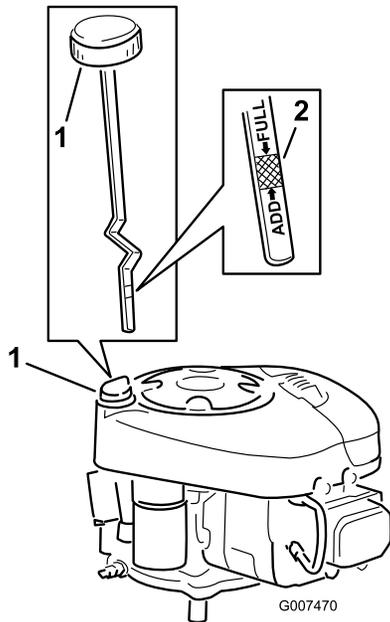

Bild 21
8. Reinigen Sie den Bereich um den Ölpeilstab (Bild 21), damit kein Schmutz in den Einfüllstutzen gelangen und den Motor beschädigen kann.
9. Schrauben Sie den Ölpeilstab los und wischen Sie das Metallende ab (Bild 21).
10. Schrauben Sie den Ölpeilstab vollständig in den Einfüllstutzen (Bild 21). Schrauben Sie den Peilstab wieder los und prüfen das Metallende. Gießen Sie, wenn der Ölstand zu niedrig ist, nur so viel Öl langsam in den Einfüllstutzen, dass der Ölstand die Voll-Marke am Peilstab erreicht.
13. Gießen Sie ca. 80 % der angegebenen Ölmenge langsam in den Einfüllstutzen (Bild 21). Prüfen Sie den Ölstand; siehe 9 und 10 unter „Prüfen des Ölstands“.